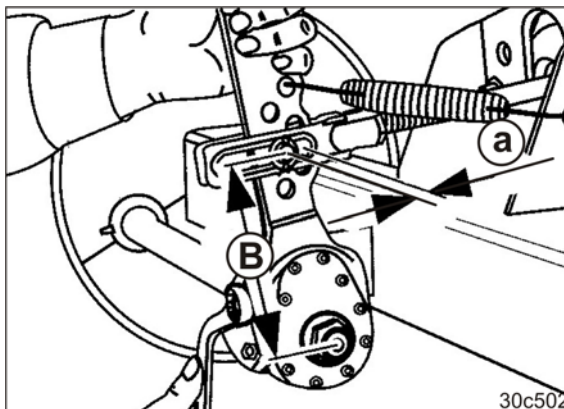

Рис. 291
1. Нажмите рычажный исполнительный механизм рукой (Рис. 291) в направлении действия давления.
2. Измерьте свободный ход (Рис. 291) нажимного стержня тормозной пневматической камеры.
Свободный ход (Рис. 291/а) может составлять максимум 35 мм.
Отрегулируйте свободный ход (Рис. 291/а) на 10-12 % длины тормозного рычага (Рис. 291/В).